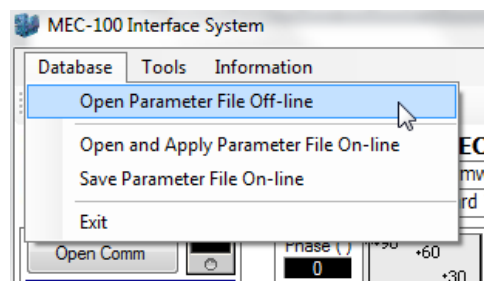

Abb. 5.6.3.a
- In der Menüleiste des MEC-100 Schnittstellensystems die Position *Archiv* anklicken (siehe Abb.5.6.3.a).